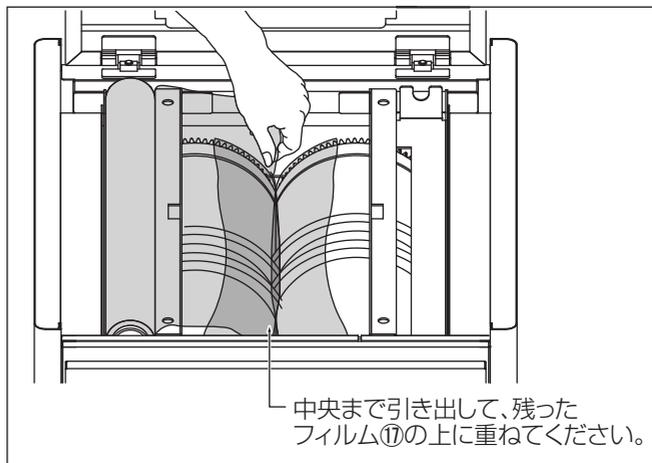

図9 フィルムのセット3
☆パックの途中でフィルム切れ表示ランプ⑳が点灯した場合は、新しいフィルム㉑を残ったフィルム㉑の上に重ねてください。図9 参照